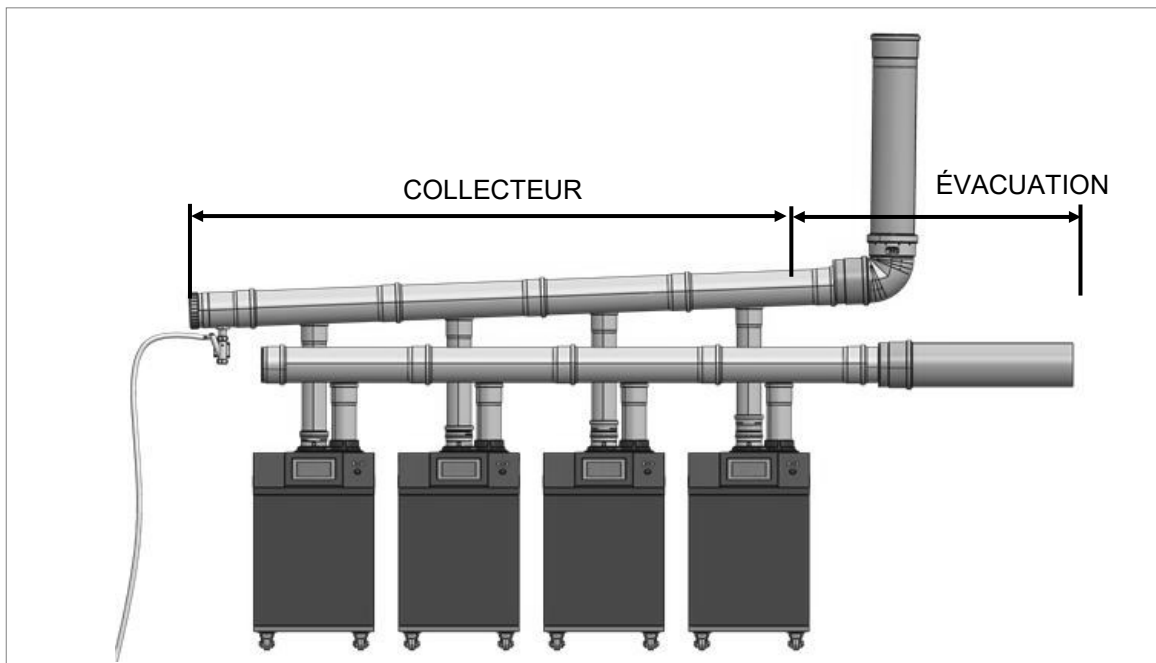

Figure 12. Longueur du collecteur et du conduit d'évacuation
- Le collecteur est le conduit d'évacuation principal auquel plusieurs autres conduits se raccordent (figure 12).
- La longueur de ventilation est la distance entre l'extrémité du collecteur et la terminaison de l'évacuation des gaz de combustion (figure 12).